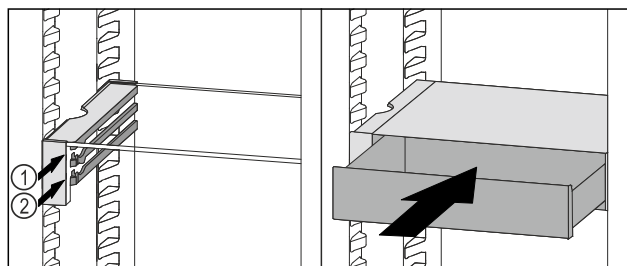

Fig. 119
- 将 VarioSafe 抽屉放置在所需肋梁 Fig. 119 (1) 或 Fig. 119 (2) 上的止挡器后面。